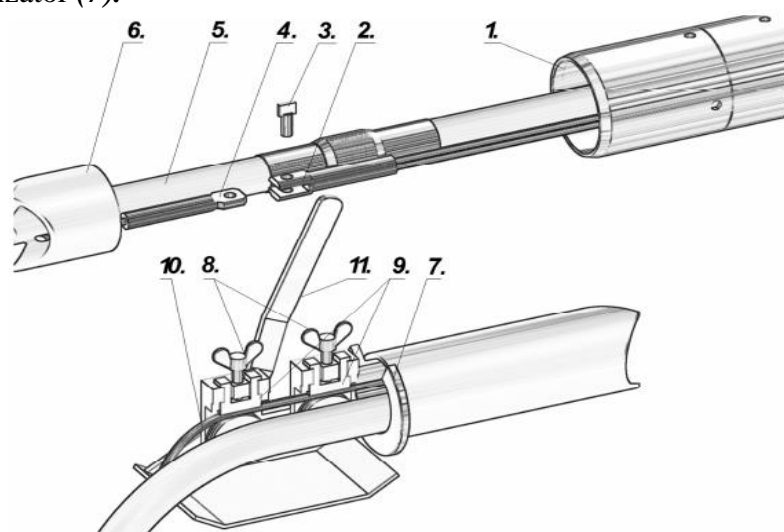

Figura 9.9.1
- Dupa ce executati gaura cu racheta MAX, racheta trebuie sa fie deconectat de la furtunul de aer (2). Apoi deconectati furtunul de aer de la lubrifiant (furtunul de aer ramane in gaura forata)
- Niplul de insertie (1) trebuie sa fie insurubat in tubul de plastic (3). Insurubati-l foarte bine.
- Niplul de insertie (1) va trebui sa fie conectat la furtunul de aer (2)
Aceasta metoda este utilizata pentru instalarea tevilor din plastic intr-una singura (Figura 9.9.1). Racheta MAX trebuie sa fie dotata cu manson cu conectarea cablului (1), cablu de tragere (10) si placa de prindere cu intinzator (7).